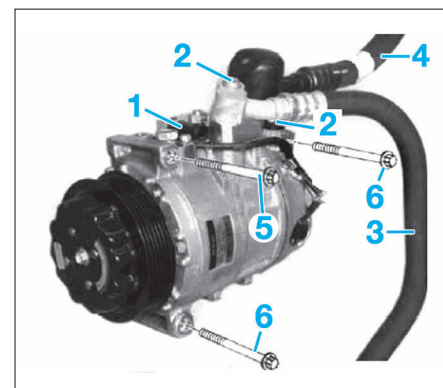

FIG. 18
- Débrancher le connecteur (1) (Fig.18) du compresseur de climatisation.